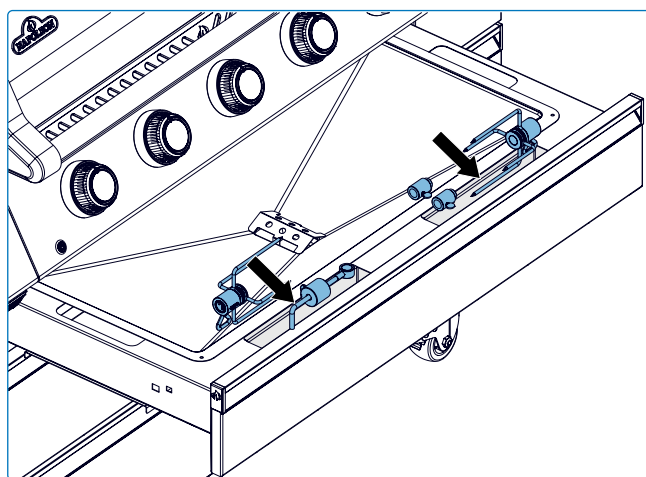

Abb. 10
- Bewahren Sie die Drehspeißkomponenten in den vorgesehenen Halterungen im Unterschrank und den Speißstab an der Rückseite des Grills auf (**Abb. 10–11**). So bleiben alle Teile sicher, wettergeschützt und für den nächsten Einsatz griffbereit. Achten Sie darauf, dass sie vor dem Verstauen sauber und trocken sind, um Korrosion zu vermeiden.